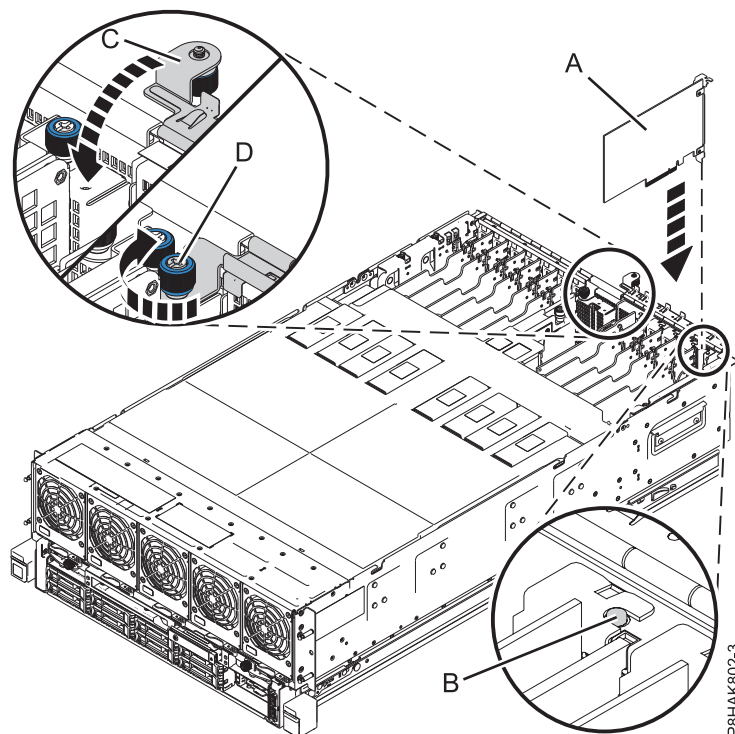

Figura 12. Instalar ou substituir um adaptador PCIe no sistema 8408-44E ou 8408-E8E
6. Agarre cuidadosamente o adaptador pela respectiva aresta superior ou contraponto e alinhe o adaptador com a ranhura e o respectivo conector no painel posterior do sistema (A), conforme demonstrado em Figura 12 na página 19.
9. Certifique-se de que o entalhe do contraponto fixe no pino do chassis do sistema. Consulte **(B)** na Figura 12.
10. Feche a calha de retenção de E/S **(C)** rondando-a para baixo e, em seguida, apertando o parafuso de aperto manual **(D)** até este estar fixo ao chassis do sistema. Consulte a Figura 12.